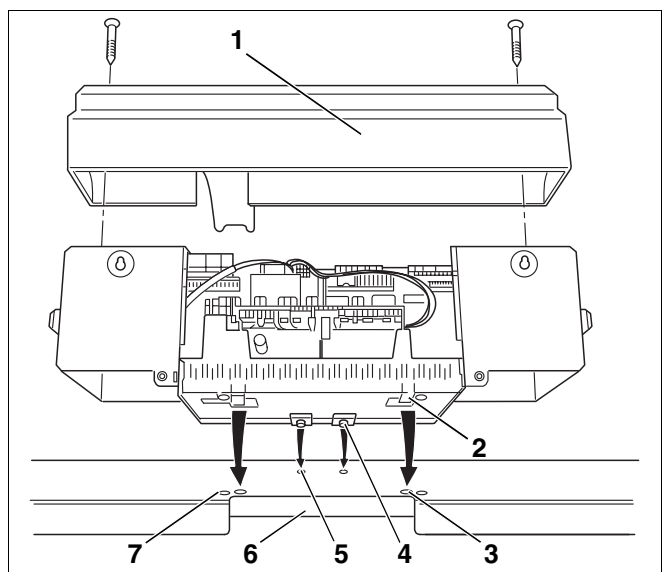
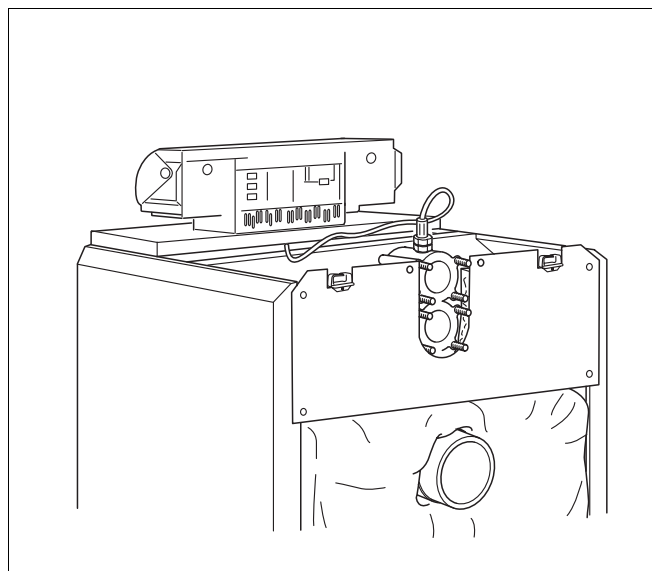

Рис. 43 Установка системы управления
Рис. 48 Котел с установленной системой управления
На рис. 43 изображен вид сзади системы управления и ее передней крышки.
- Ослабить два винта в крышке клеммной коробки (рис. 43, поз. 1) и снять ее, приподняв вверх.
- Установить систему управления. Вставить крюки (рис. 43, поз. 4) системы управления в овальные отверстия передней крышки котла (рис. 43, поз. 5). Систему управления сдвинуть вперед и затем откинуть назад. Эластичные крюки (рис. 43, поз. 2) должны войти сзади в прямоугольные отверстия передней крышки котла (рис. 43, поз. 3).
- Цоколь системы управления закрепить двумя саморезами (рис. 43, поз. 7) к передней крышке котла справа и слева от ввода кабеля (рис. 43, поз. 6).
- Крышку клеммной коробки (рис. 43, поз. 1) снова закрепить двумя саморезами на цоколе системы управления (рис. 48).